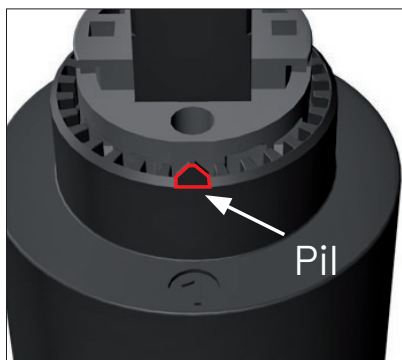

Bild 1. På ovansidan av insatsen sitter pilen som skall peka på önskat läge på varmvattenringen.
- Anslut diskmaskinen med anslutningslangen (29).
- Diskmaskinsavstängning. Bild 1 visar när vattnet är på och bild 2 visar när vattnet är avstängt.
6. Roter ringen motsols så att markering för önskad inställning är direkt ovanför pilen på insatsen (Bild 1). Du kan behöva vrida spaken (Bild 3) så att ringen går att trycka fast i önskat läge.